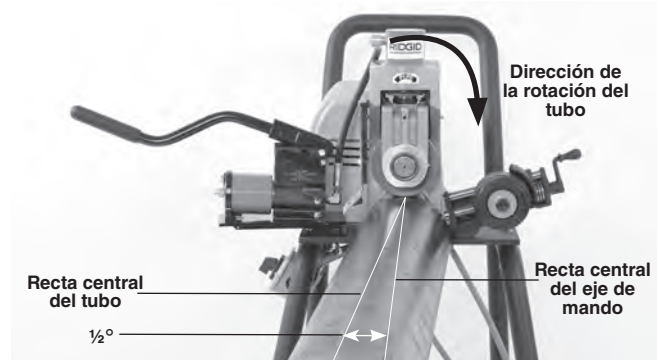

Figura 12 – Desviación del tubo en $\frac{1}{2}^\circ$ (exagerado en la imagen)
- Coloque el interruptor de encendido y apagado en la posición ON (encendido). Presione y suelte el interruptor de pie. Verifique que el rodillo ranurador gire hacia la derecha, igual a lo que indica la calcomanía de rotación del tubo en la ranuradora. *Vea la Figura 12.* Entregue la máquina a servicio si gira en dirección equivocada o si el interruptor de pie no controla el encendido y apagado.
- Coloque el tubo y los soportatubos ligeramente descentrados, desviados en aproximadamente $\frac{1}{2}$ grado (como 1 pulgada a 10 pies de distancia desde la ranuradora a rodillos) hacia el operario. Si el tubo y la ranuradora a rodillos están bien alineados, se asegura el correcto recorrido sobre el tubo durante el ranurado (vea la Figura 12). Este es el descentrado apropiado cuando se ranura, y funciona con el estabilizador.
- Aumente levemente el ángulo de descentrado del tubo, de medio grado a 1 grado. *Vea la Figura 12.*